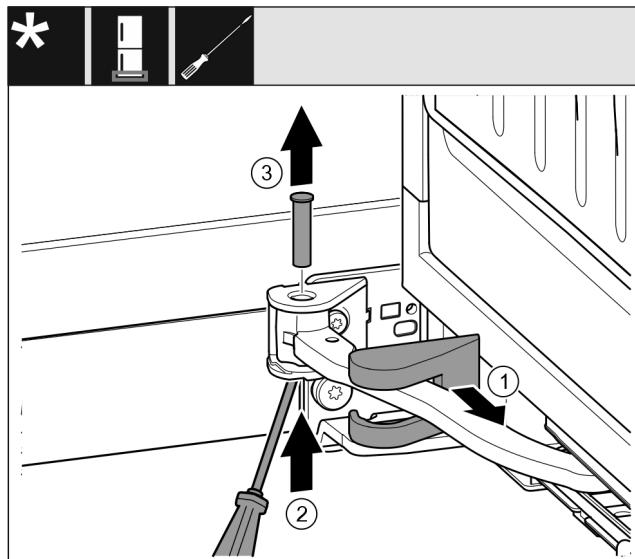

Fig. 13
- Desprindeți capacul suportului de lagăr și deplasați-l de-a lungul articulației. Fig. 13 (1)
- Ridicați de jos bolțul cu degetul sau șurubelnița. Fig. 13 (2)
- Aplicați șurubelnița sub capul bolțului și extrageți. Fig. 13 (3)